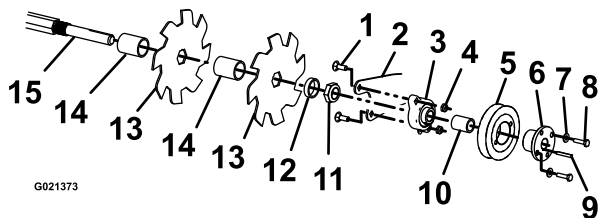

Figure 25
9. Retirez les 4 boulons de carrosserie et contre-écrous qui fixent l'assemblage de lames (Figure 25) et le déposer du support de la fourche.
10. Retirez les 2 boulons et rondelles qui fixent la poulie au roulement. Desserrez les vis sur le roulement et sortez la clavette de l'arbre (Figure 25). Déposez le roulement et la poulie en retirant les fixations du roulement sur le support de fourche.